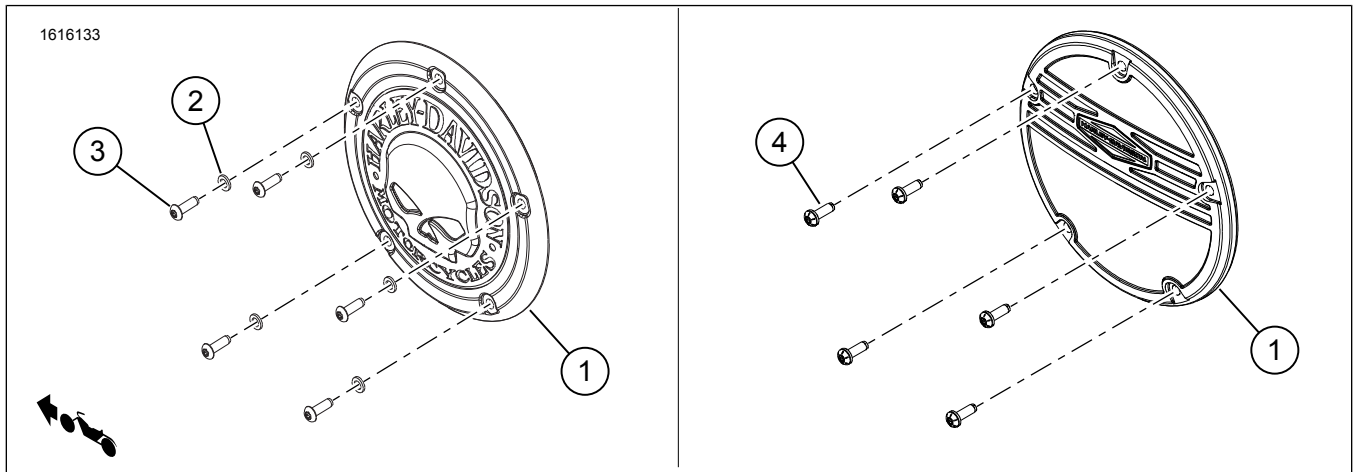
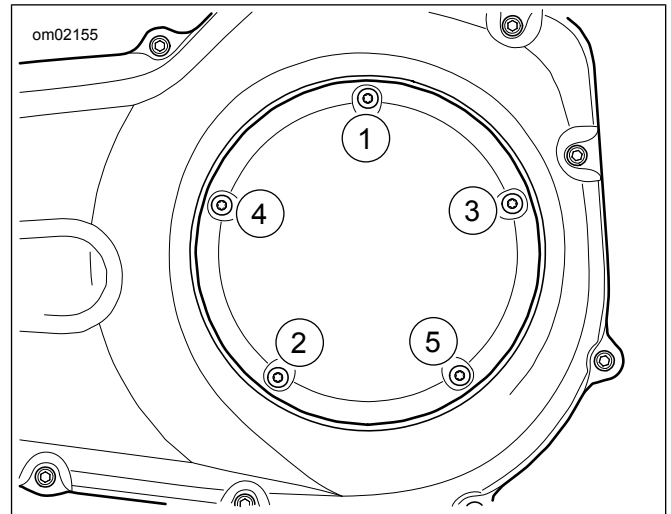

Figura 1. Contenido del kit: Componentes de la cubierta de inspección del embrague
Figura 2. Secuencia de ajuste de la cubierta del embrague
1. Consulte la Figura 1. Instale la **nueva** cubierta (1).
2. Instale las arandelas (2) y los tornillos (3).
3. Consulte la Figura 2. Ajuste los tornillos (3) en un patrón de estrella.
1. Consulte la Figura 1. Aplicar fijatornillos a las roscas de los tornillos (4).
2. Instale la **nueva** cubierta (1).
3. Instale los tornillos (4).
4. Consulte la Figura 2. Ajuste los tornillos (4) en un patrón de estrella.